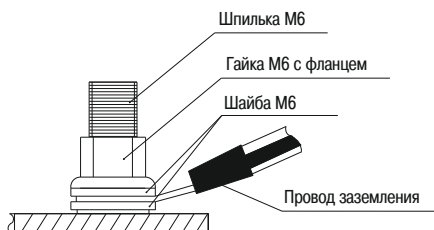

Рисунок 18 – Монтаж заземления
4.3 По завершении подготовки шкафа к эксплуатации произведите монтаж контура заземления. Для крепления проводов к шпилькам заземления используйте гайки М6 (с фланцем) (рисунок 18).